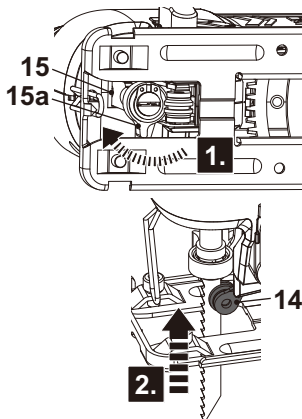

Fig. 1
- > Déverrouillez le porte-lame (15) en tournant le manchon de verrouillage de la lame (15a) dans le sens anti-horaire et maintenez-le en place (Fig. 1, étape 1).
- > Alignez et insérez la lame de scie dans le porte-lame (15) jusqu'en butée (Fig. 1, étape 2).
- > Relâchez le manchon de verrouillage de la lame (15a). Il doit revenir en place complètement. Assurez-vous que la lame de scie est solidement fixée dans le porte-lame (15).
- > Lors de l'insertion de la lame de scie, assurez-vous que l'arrière de celle-ci se trouve dans la rainure du guide-lame à rouleau (14).